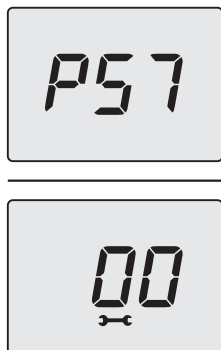

Figura 5.51
- Premere per 1 sec. il tasto 13 (Figura 5.47) per entrare nel parametro selezionato. Il display visualizzerà quanto segue (Figura 5.51).